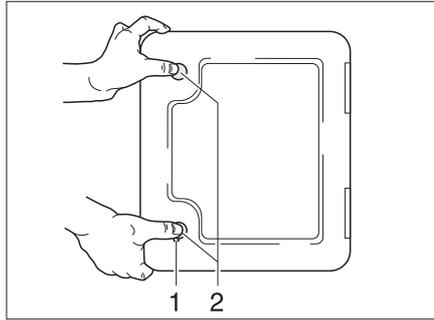

Bild 150 Klappe für Thetford-Kassette
Die Klappe für die Thetford-Kassette (Bild 150) befindet sich außen am Fahrzeug.
- Schlüssel in Schließzylinder des Druckschlusses (Bild 150,1) stecken und eine viertel Umdrehung im Uhrzeigersinn drehen.
- Beide Druckschlösser (Bild 150,2) gleichzeitig mit dem Daumen drücken und die Klappe für die Thetford-Kassette öffnen.